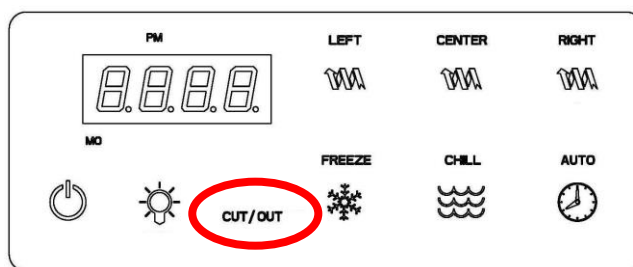

Fig. 23
Quando la temperatura interna della macchina arriva al valore limite impostato dalla casa costruttrice, sul display appare la scritta **CUT/OUT** (fig.23) ed il funzionamento dell'impianto frigorifero è inibito onde evitare di danneggiare il compressore.
- Quando ciò accade sul display compare la scritta "**CUT/OUT**" (fig.23).